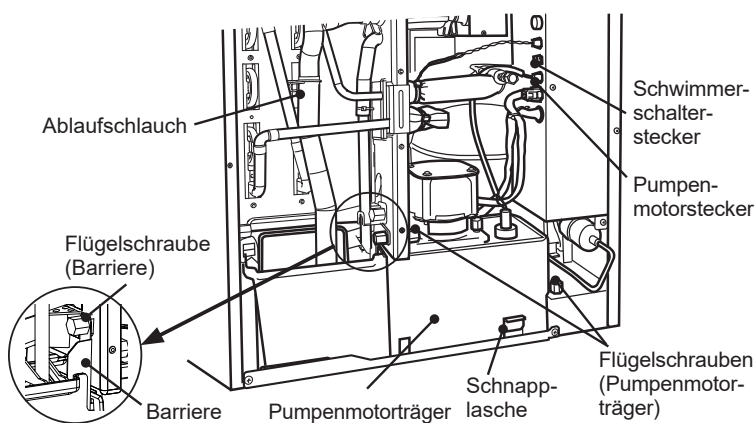

Abb. 3
- 2) Die beiden Flügelerschrauben lösen, die den Pumpenmotorträger sichern. Die Flügelerschraube lösen und die Barriere abnehmen. Siehe Abb. 3.
Darauf achten, dass der Ablaufschlauch hinter dem Kupferrohr verläuft, den Schlauch anschließen und sichern. Siehe Abb. 3. Andernfalls kann sich der Ablaufschlauch in der Frontisolierung verfangen und schlechte Ergebnisse verursachen.